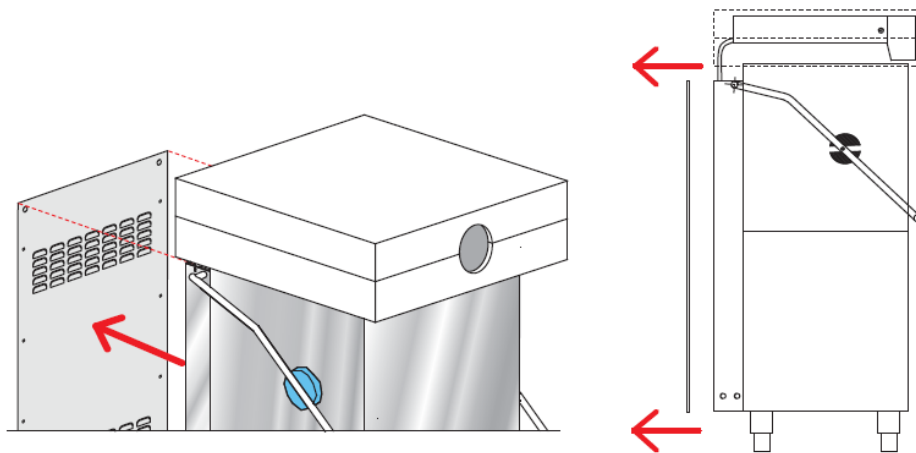

Fig 3.2.1)
1. Schroef het achter paneel los van de machine (zie fig 3.2.1)